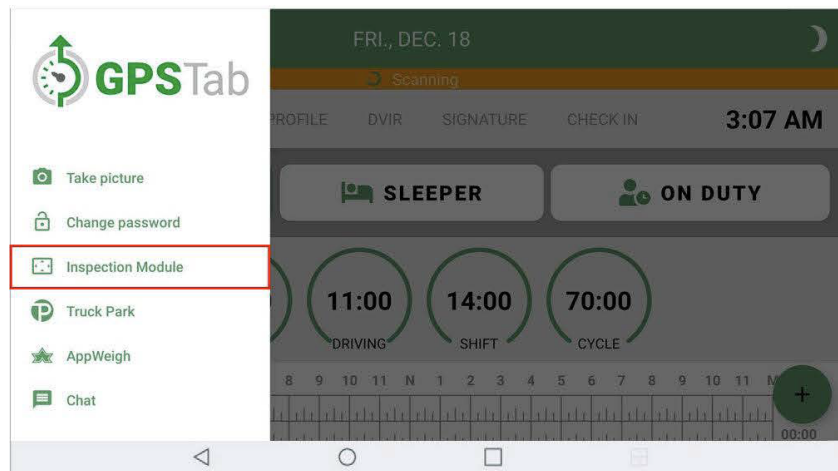

IMAGEN 19
1. Pulsa el ícono  en la esquina superior izquierda, o desliza el dedo desde el lado izquierdo de tu dispositivo hacia el lado derecho y selecciona “Módulo de inspección” (imagen 19)